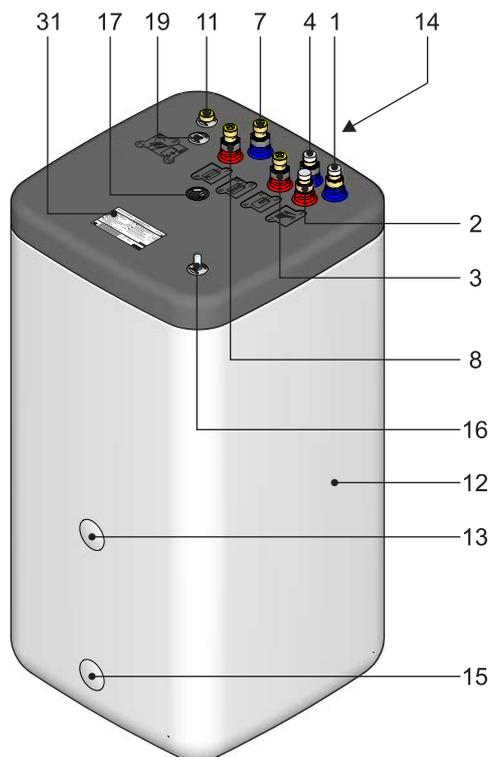

Fig. 3-4 Raccords externes du ballon d'eau chaude (représenté à l'exemple du EKHWP500B  $P=0$ )
Tab. 3-1 Légende relative à fig. 3-4
3. Connecter le tuyau d'évacuation avec le raccord du trop-plein de sécurité (fig. 3-4, pos. 14) sur le ballon d'eau chaude.
5. Établir la liaison entre l'alimentation en eau froide et le ballon d'eau chaude (fig. 3-4, pos. 1).
6. Réaliser les raccordements vers le réseau de distribution d'eau chaude (fig. 3-4, pos. 2).
- a) Raccorder le tuyau de remplissage avec clapet anti-retour (1/2") sur le raccord « DrainBack solaire – alimentation » (voir fig. 3-4, pos. 11).
2. Remplir le réservoir du EKHWP 300/500B DAIKIN jusqu'à ce que de l'eau s'écoule du raccord du trop-plein de sécurité (voir fig. 3-4, pos. 14).
3. Remplir le réservoir du EKHWP 300/500B DAIKIN jusqu'à ce que de l'eau s'écoule du raccord du trop-plein de sécurité (voir fig. 3-4, pos. 14).